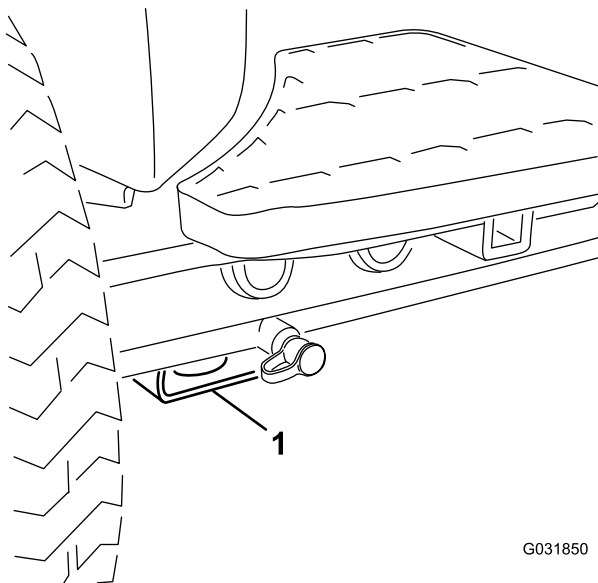

Figura 46
- **Dianteira da máquina** – pastilha retangular, por baixo do tubo do eixo, dentro de cada pneu dianteiro (Figura 46).